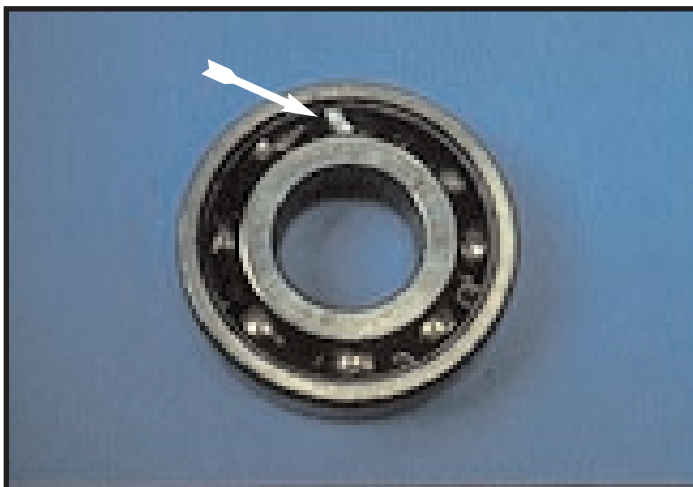

Figura 83
- Jaula de rodamiento de bolas dañada (véase la flecha en la figura 83).